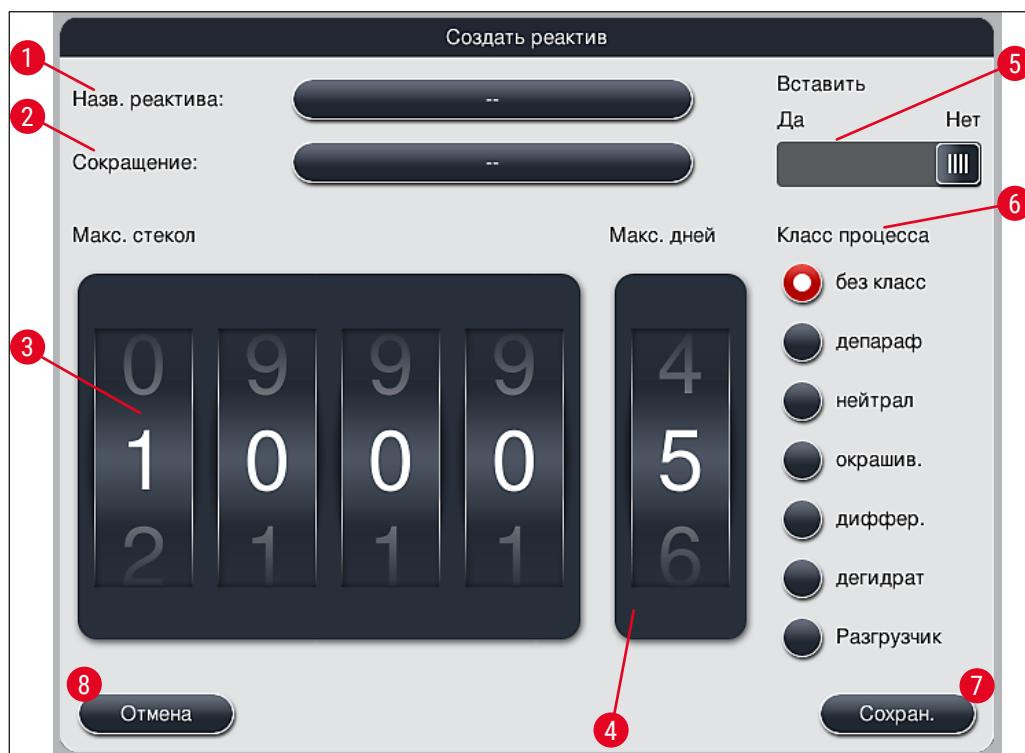

Рис. 39
- Откроется окно для ввода (→ "Рис. 39") создаваемого реагента.